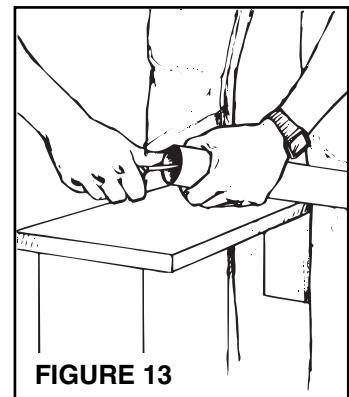

FIGURE 13
- Voyez la figure 13. Enlevez la barbure à l'intérieur et l'extérieur du tuyau.